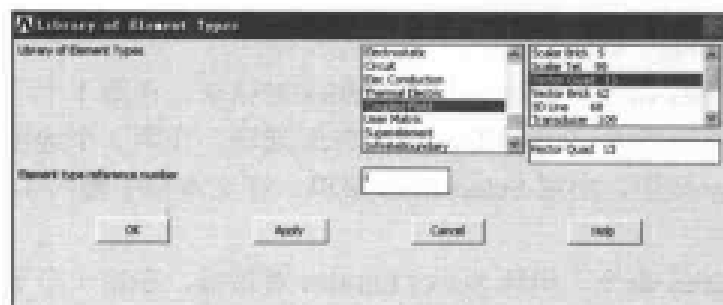

图 13-21 选择单元类型对话框
(1) 选择 Main Menu | Preprocessor | Element Type | Add/Edit/Delete 命令, 出现 Element Types 对话框, 单击 Add 按钮, 出现 Library of Element Types 对话框, 在 Library of Element Types 的两个列表框中分别选择 Coupled Field、Vector Quad13 选项, 在 Element type reference number 文本框中输入 1, 如图 13-21 所示, 单击 OK 按钮关闭该对话框。